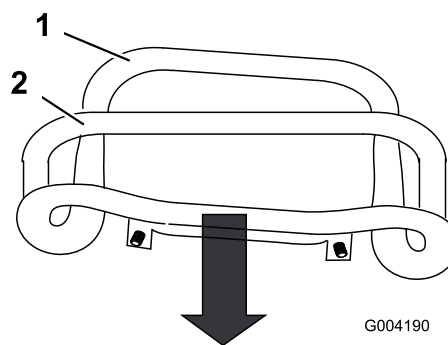

Bild 52
3. Ziehen Sie den Fahrtrieb zurück, sodass die Vorderseite des Fahrtriebs den Anschlagbügel berührt (Bild 52).